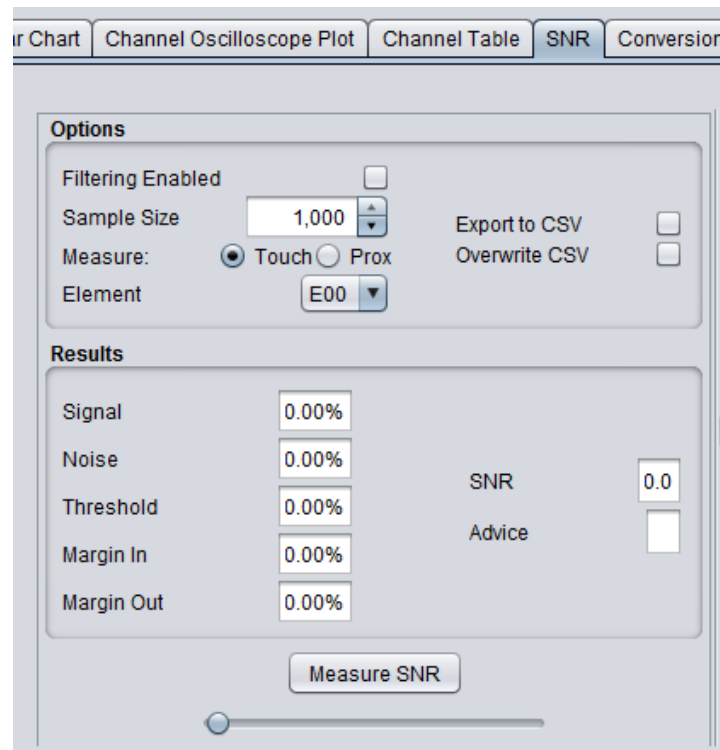

图 1. 执行测试前的 SNR 视图
2. 建立通信之后，双击 CapTlvate 设计中心屏幕上的传感器定制器并选择“SNR”选项卡，以打开待测传感器的定制器。此时会出现一个空白的 SNR 屏幕（请参阅图 1）。